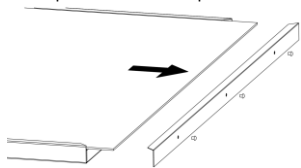

Рисунок 5 — Накладной монтаж светильника Geniled серии Офис, ЛПО.
- 5.4.1. При помощи тонкой отвертки либо другого подходящего подручного инструмента аккуратно извлеките три пластиковые заклепки из съемной боковой крышки. Снимите крышку и извлеките рассеиватель (Рисунок 5, а).
- 5.4.4. Установите светильник на подготовленное место (Рисунок 5, б). Используйте метизы подходящего диаметра ($<5\text{мм}$).
- 5.5.1. При помощи тонкой отвертки либо другого подходящего подручного инструмента аккуратно извлеките три пластиковые заклепки из съемной боковой крышки. Снимите крышку и извлеките рассеиватель (Рисунок 5, а).